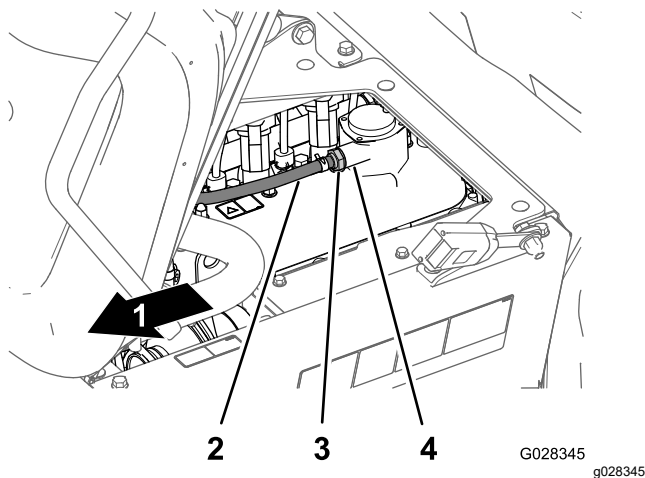

図 69
2. バルブカバーのフィッティングからPCVバルブを取り外す 図 69。
注 バルブ内部にあるレストリクタがカラカラと音を立てる場合は継続使用可能。バルブを振っても中から音がしない場合は PCV を交換する 図 69。
4. バルブカバーのフィッティングの一番奥までPCVバルブを押し込む 図 69。